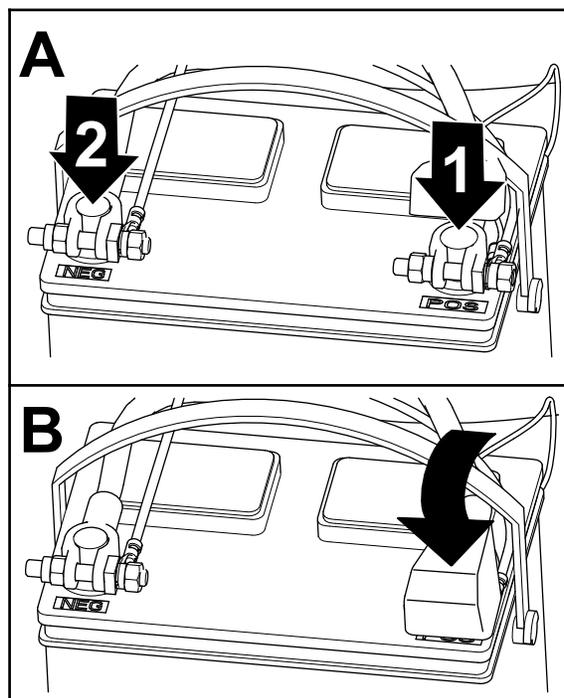

Figura 8
3. Posizionate l'isolatore sul morsetto positivo della batteria (Figura 8).
1. Collegate il cavo positivo alla batteria, quindi serrate il dado di fissaggio della batteria (Figura 8).
2. Collegate il cavo negativo alla batteria, quindi serrate il dado di fissaggio della batteria (Figura 8).